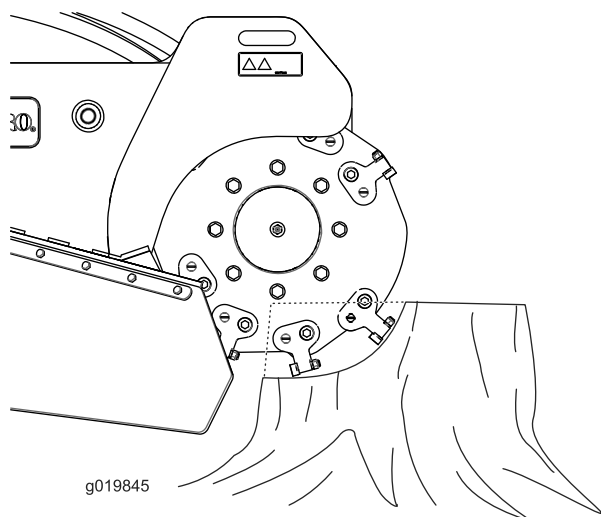

図 21
4. グラインダ制御レバーを使って、グラインダで切り株の表面をゆっくりと掃くように移動させて切削を開始する 図 21。
- 切り株の手前側のエッジ部分を切削するようにするのが効率的です。切削が進んでホイールの直径の 1/4 に近くなったら 図 21、グラインダを一旦上昇させてマシンを前進させ、再びエッジ部分から削り始めるようにします。